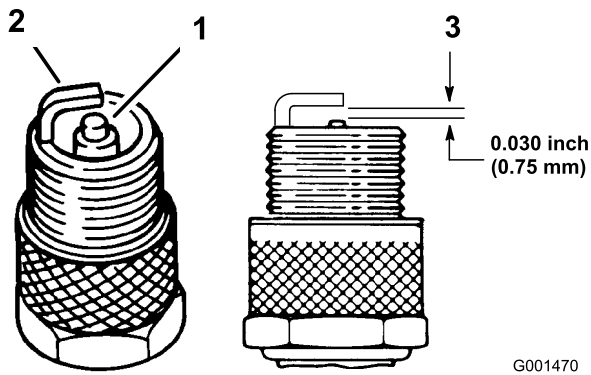

Figure 27
1. Examinez le centre des bougies (Figure 27). Si le bec isolant est recouvert d'un léger dépôt gris ou brun, le moteur fonctionne correctement. S'il est recouvert d'un dépôt noir, cela signifie généralement que le filtre à air est encrassé.
2. Contrôlez l'écartement entre l'électrode centrale et l'électrode latérale (Figure 27). Courbez l'électrode latérale (Figure 27) si l'écartement est incorrect.
3. Branchez les fils aux bougies (Figure 27).